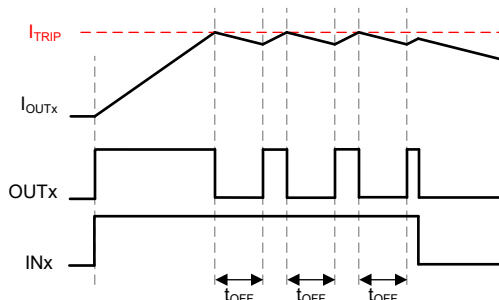

図 6-4. グランドに接続された誘導性負荷、固定オフ時間電流のチョッピング
- 図 6-4 に示すシナリオでは、 $INx = 1$ のとき、 I_{OUT} が I_{TRIP} を超えた後で、ローサイド MOSFET が期間 t_{OFF} だけオンになります。 t_{OFF} が経過すると、再度 I_{OUT} が I_{TRIP} を超えるまで、ハイサイド MOSFET が再度オンになります。